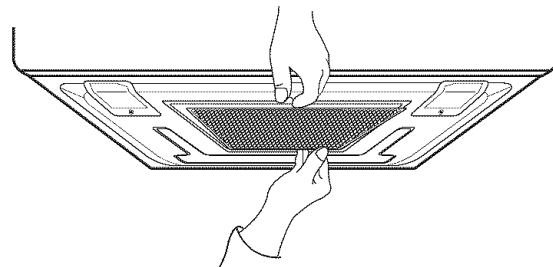

Figure 34
7. Installation du filtre à graisse : Glisser le filtre dans la fente puis le pousser vers le haut et le centre du four pour le bloquer. Voir la Figure 34.